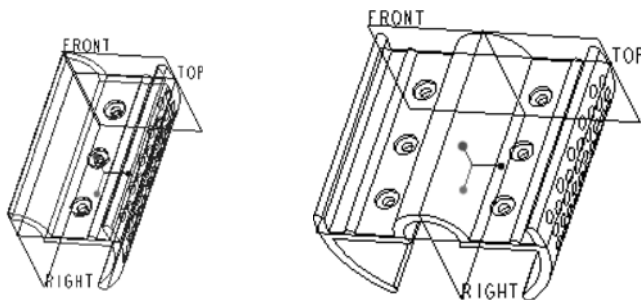

图 5-93 镜像结果
② 在功能区的“模型”选项卡的“编辑”面板中单击“镜像”按钮，打开“镜像”选项卡。
③ 在模型窗口中选择“RIGHT（基准平面）”作为镜像平面。
④ 在“镜像”选项卡中单击“完成”按钮，完成镜像操作。镜像结果如图 5-93 所示。